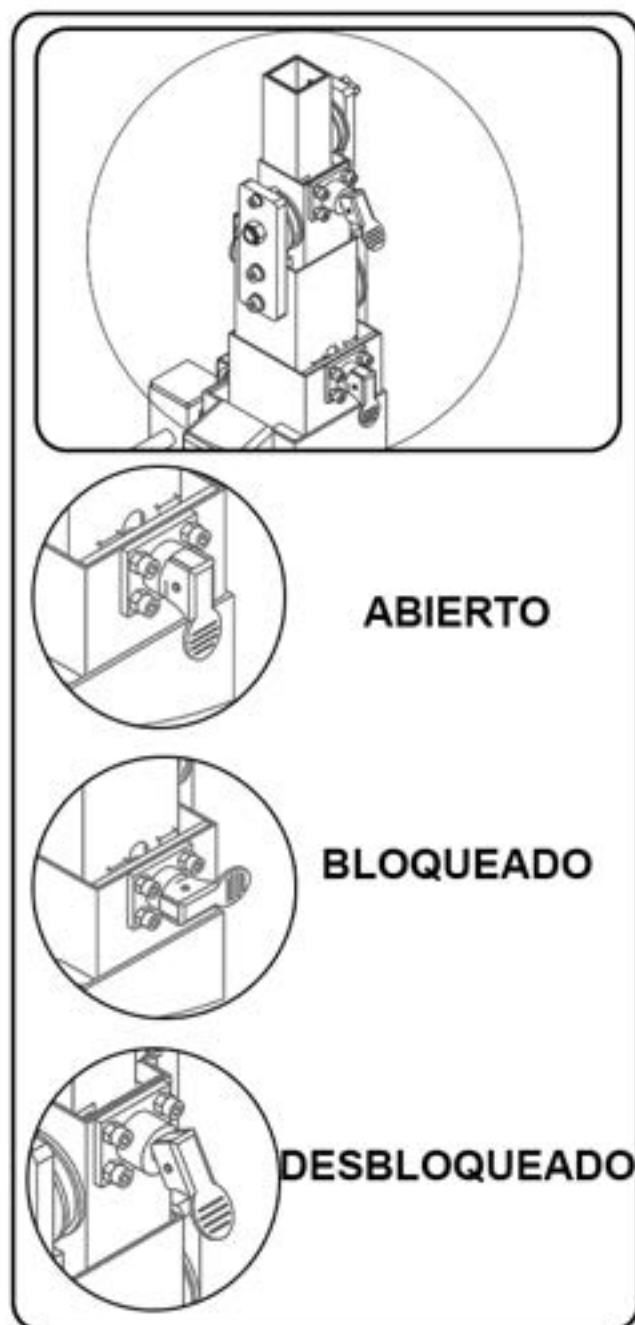

Figura 61
- Ver Figura 61 en esta sección para entender el funcionamiento del sistema de seguridad.